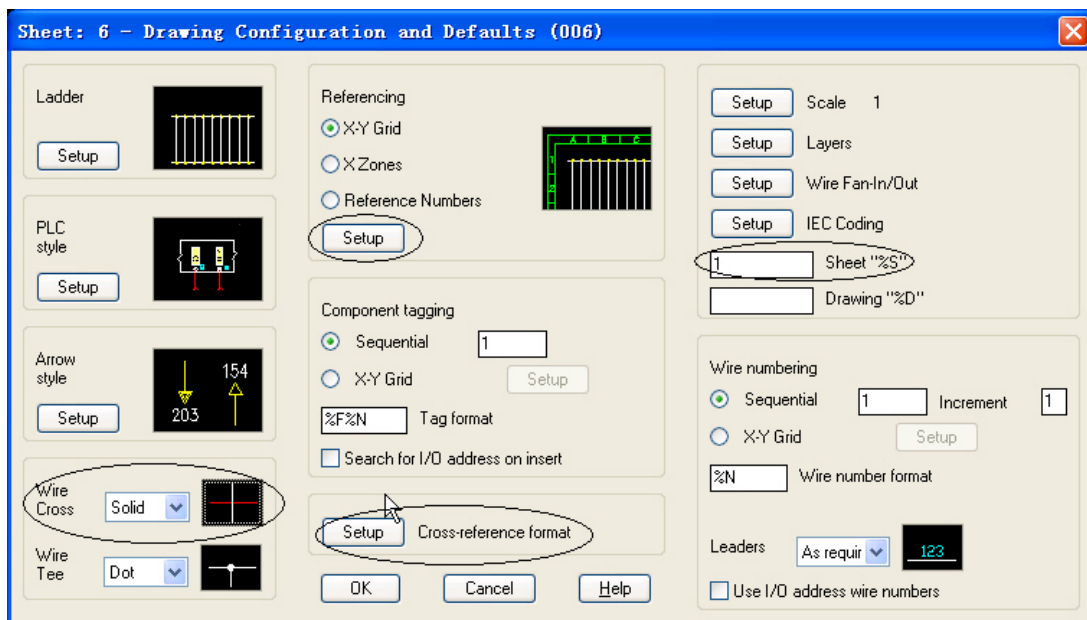

图 2-4
6、单击 ACE 工具条上的图形配置按钮 ，在弹出的对话框中将导线十字选为实体，页码编号即表“%S”设为 1，箭头样式保持不变，见图 2-4。
7、在图 2-4 中单击交互参考格式的设置按钮，弹出交互参考格式对话框。对话框中上面的交互参考格式设置是指同一张图内产生的交互参考格式，这里默认为不加本张图的页号即 %S (Sheet)；下面的图形间的交互参考格式是指不同 dwg 文件间的交互参考所采用
8、在图 2-4 中单击参照区的设置按钮,弹出一对话框如,将对话框中分隔符文本框中的“-”号删除。这里的符号是图幅分区中 X 和 Y 座标间的分隔符,比如 7-B 表示图中第 X 分区为 7, Y 分区为 B 的区域。因为水平分区是数字,而垂直分区是字母,所以我喜欢不再有分隔符在中间,去掉此处的“-”,则分区显示成 7B。当然如果将“-”改成一个点“.”,则分区会显示成 7.B 样式。
注意，由于事先在图形配置对话框图 2-4 中设定导线为十字相交方式而不是回路相交或隙缝相交方式，所以垂直三相导线与水平导线相交时是直接通过的，在电气上并没有相交。而垂直导线与水平导线真正相接的地方都打上了一个交点。